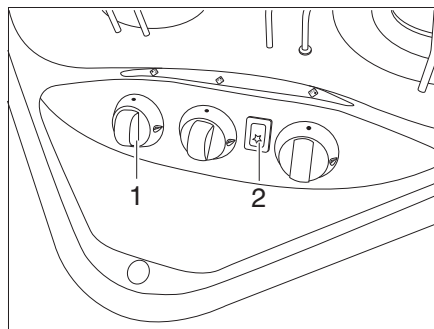
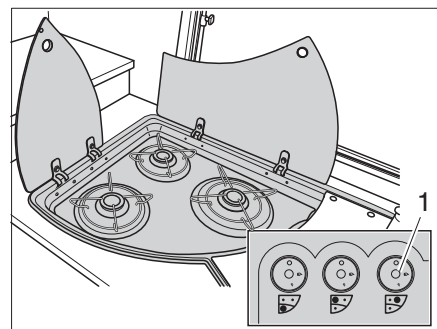

Fig. 133 Elementi di comando del fornello a gas
Fig. 134 Alternativa: Elementi di comando del fornello a gas
- Ruotare il pomello girevole (Fig. 133,1 o Fig. 134,1) dell'apparecchio a fiamma libera desiderato in posizione accesa (fiamma alta).
- Se è presente un tasto di accensione (Fig. 133,2):